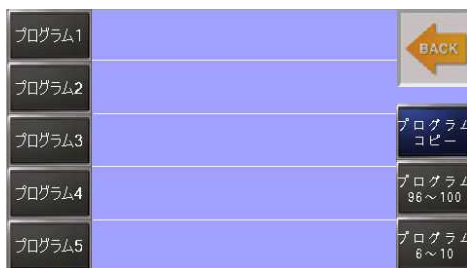

図 7-6
- #### 2) 画面が切り替わり、使用するプログラム番号を選択できるようになります(図 7-6)。画面左側に 1～5 番までのプログラム番号が表示されます。6 番以降のプログラム番号を選択する際は画面右下の **プログラム 6～10** を押して表示を切り替えてください。
(図 7-6 参照)